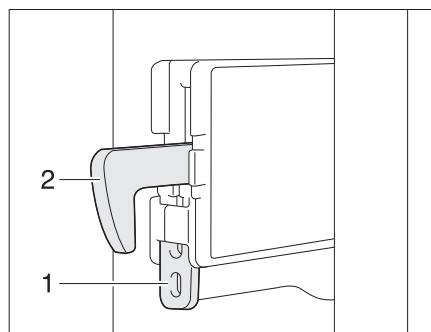

Fig. 203 Fixation crochet de verrouillage
- Pousser la fixation (Fig. 203,1) vers le haut. Le crochet de verrouillage (Fig. 203,2) est pressé vers le haut, il est mis hors fonction.
- Appuyer vers le bas sur le crochet de verrouillage (Fig. 203,2). Le crochet de verrouillage est de nouveau en fonction.